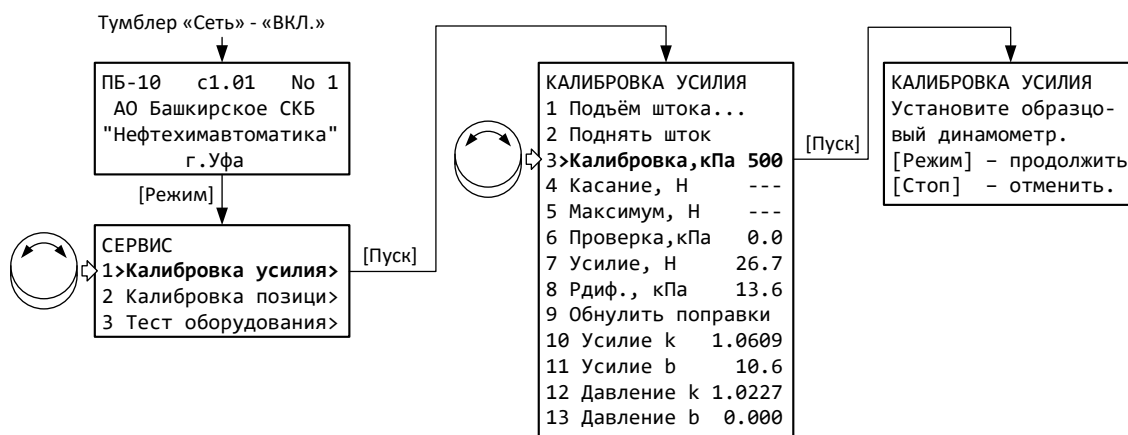

Рисунок 18 – Меню «Калибровка усилия»
5.5.1 Включить аппарат и перейти в меню «Калибровка усилия» (рисунок 18); для подтверждения входа в меню калибровки ввести пароль «37201». Инструкция по редактированию параметров приведена в приложении.